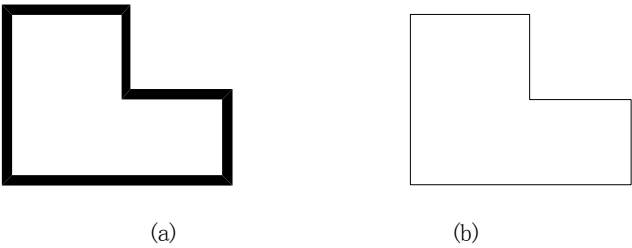

图 5-32 用 Explode 命令分解图形
用 Explode 命令分解图 5-32 (a) 中的多段线, 结果如图 5-32(b)所示。操作如下:
选择分解对象: 点选图 5-32 (a) 中的多段线	选择操作对象
- 3) 具有一定宽度的多义线分解后，中望 CAD 2008 将放弃多段线的任何宽度和切线信息，分解后的多段线的宽度、线型、颜色将随当前层而改变。如图 5-32(b)所示，分解后的多义线的宽度发生了变化。